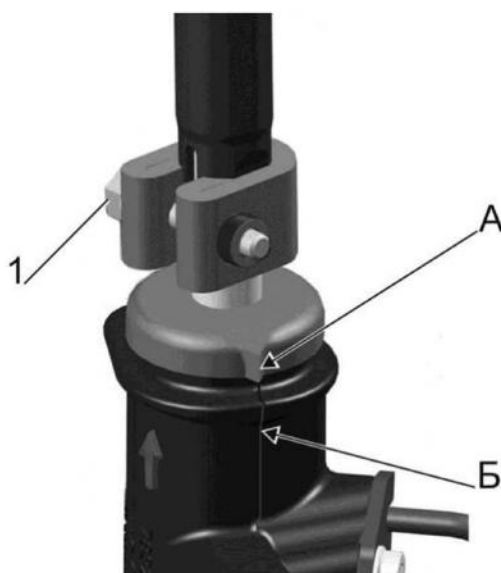

Рис. 4.12. Положение меток на крышке входного вала и корпусе распределителя при среднем положении рулевого механизма: 1 – болт крепления вилки карданного вала
- зафиксировать рулевое колесо в среднем положении (две спицы расположены горизонтально), при этом рулевой механизм также должен установиться в среднее положение (метка А (рис. 4.12) на крышке входного вала должна совпадать со следом Б разъёма литевой формы на корпусе распределителя;